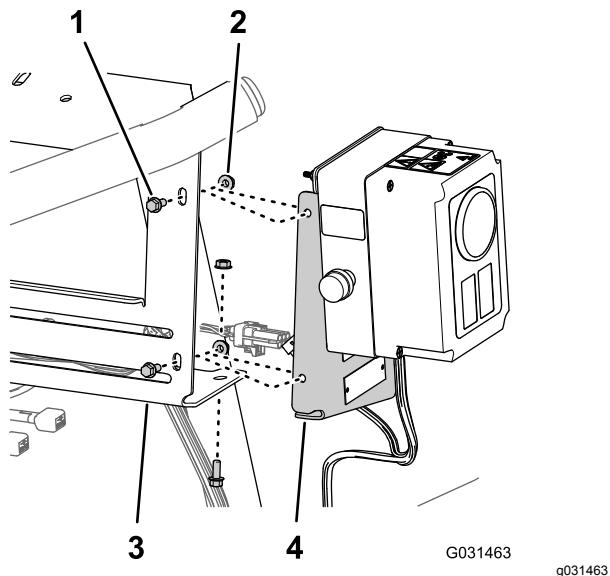

Bild 19
- Entfernen Sie die drei Bundkopfschrauben (1/4" x 5/8") und die zwei gezahnten Bundmuttern (1/4"), mit denen die Befestigungsplatte für den Schaltkasten an der Verteilerbefestigung für die Sprühventile befestigt ist (Bild 19).
2. Nehmen Sie die Befestigungsplatte von der Verteilerbefestigung ab (Bild 19).